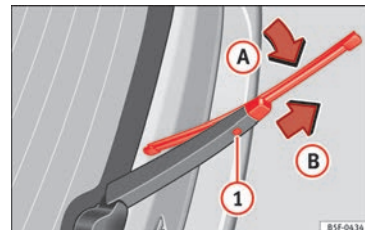

Fig. 79 Remplacement du balai de l'essuie-glace arrière.
- Repliez le balai par le haut vers le bras de l'essuie-glace » » **fig. 79** (flèche **A**).
- Maintenez enfoncée la touche de déverrouillage » » **fig. 79** **1** en tirant le balai dans le sens de la flèche **B**. Vous devrez probablement utiliser la force.
- Insérez sur le bras de l'essuie-glace un balai neuf **de même longueur et de même type** dans le sens contraire de la flèche » » **fig. 79** **B** et encastrez-le. Pour cela, le balai doit être en position replié (flèche **A**).